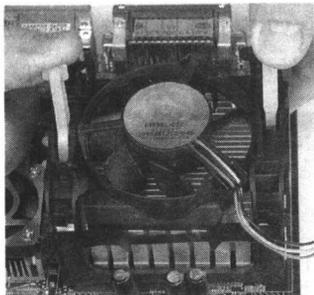

图 1.7 安装 CPU 风扇
- 4) 再将两个压杆压下以固定风扇，需要注意的是每个压杆都只能沿一个方向压下，如图 1.7 所示。